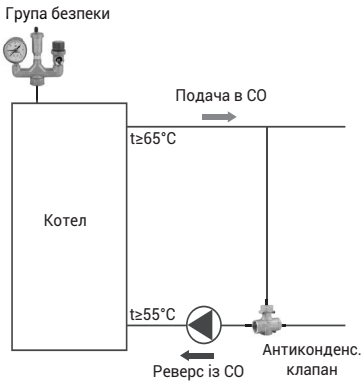
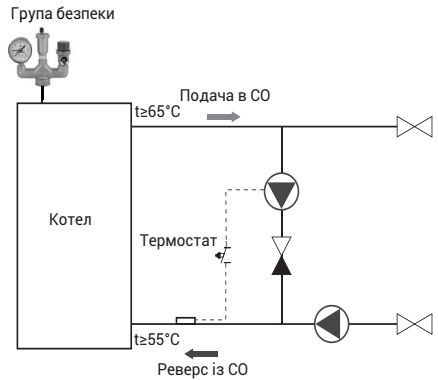
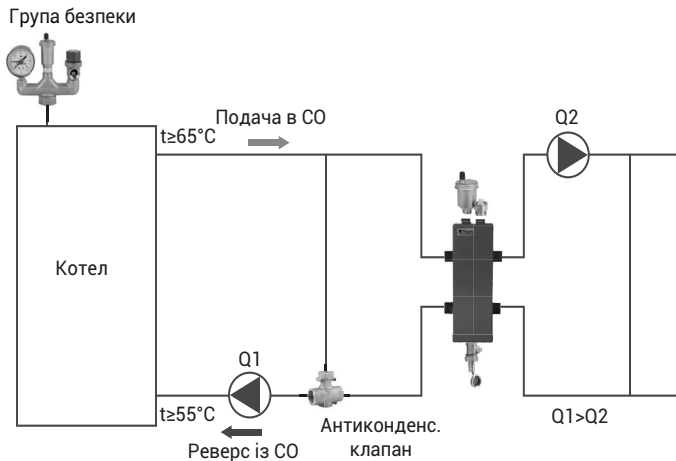

Рис. 2. Схема з байпасом та антиконденсаційним клапаном
Рис. 3. Схема з байпасом та насосом
Рис. 4. Схема з гідравлічним роздільником
Для правильного під'єднання котла до опалювальної системи необхідно дотримуватися таких умов: температура в котлі не повинна бути нижче 65 °C, а температура води на поверненні в котел – не нижче 55 °C. Це обумовлено конденсацією водяної пари на холодних стінках котла (так зване потіння котла), що викликає скорочення терміну його служби. Це явище можна попередити, якщо встановити вищу температуру води в котлі і регулюючи температуру в окремих приміщеннях за допомогою термостатичних клапанів або застосування змішувальних систем, наприклад у вигляді обхідного містка (рис. 2), дозуюче-змішувального насоса (рис. 3), гідравлічного роздільника (частковий захист) особливо в великих системах центрального опалення з великою кількістю води (рис. 4).
3. Для запобігання утворенню конденсату в котлі необхідно в системі забезпечити температуру води патрубку повернення не нижче 55 °C. Схеми захисту наведені на рис. 2 та рис. 3.